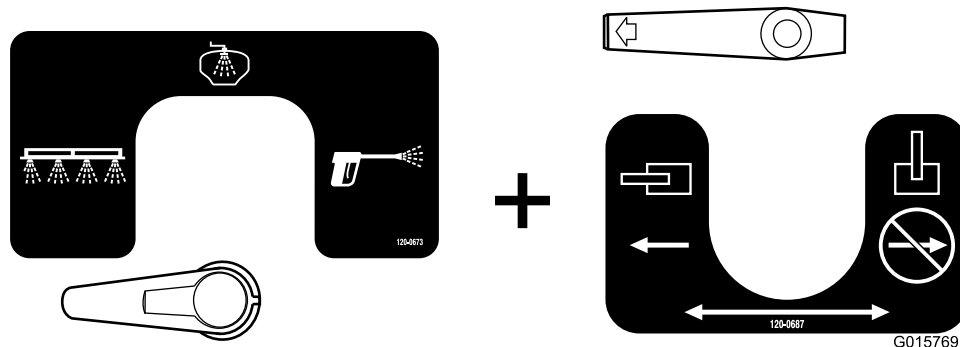

Figura 36
- Esta é a configuração da rampa (Figura 36). Utilize esta configuração para pulverizar a água de lavagem pelas rampas.